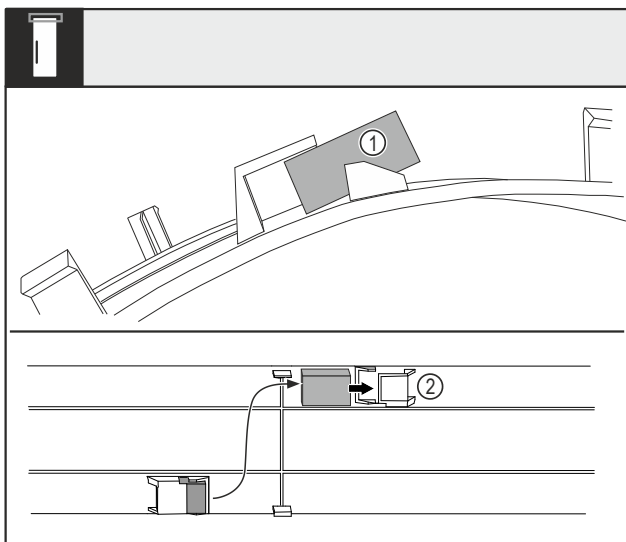

Fig. 15
- Përkulni kapakun mbulues dhe nxirrni jashtë nga foleja magnetin e derës Fig. 15 (1).
- Futni brenda magnetin e derës në folenë Fig. 15 (2) tjetër.